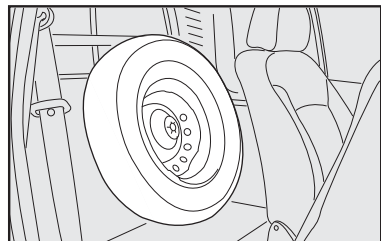

fig. 5
- Conforme a versão, desatarraxar o pino-suporte da roda sobressalente **A**—**fig. 5, 6, 7** ou **8** e retirá-la de sua sede **B**—**fig. 5, 6, 7** ou **8**.
– Colocar a roda substituída em uma de suas sedes (na cabine de passageiros ou no compartimento de carga) fixando-a adequadamente com o pino-suporte ou chave soquete (quando disponível) **A**—**fig. 5, 6, 7 ou 8**.